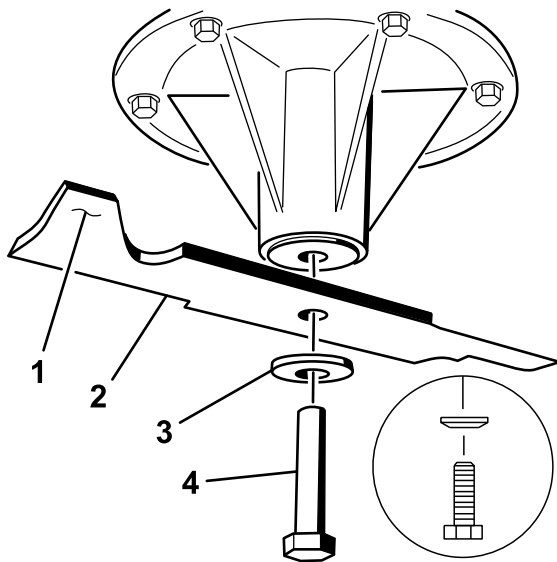
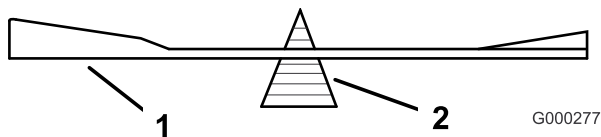

Figura 86
Figura 88
2. Retire del eje el perno de la cuchilla, la arandela curva y la cuchilla (Figura 86).
2. Verifique el equilibrio de la cuchilla colocándola sobre un equilibrador de cuchillas (Figura 88). Si la cuchilla se mantiene horizontal, está equilibrada y puede utilizarse. Si la cuchilla no está equilibrada, rebaje algo el metal en la parte de la vela solamente (Figura 86). Repita este procedimiento hasta que la cuchilla esté equilibrada.